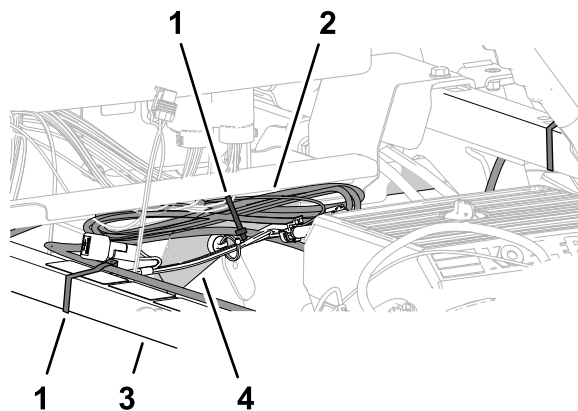

Figure 215
- Placez le faisceau de données sur le tube de support amortisseur, et attachez-le sur le avec un serre-câble (Figure 215).
- Placez le faisceau de données sur le tube de cadre supérieur droit, et attachez-le sur le tube du cadre avec un serre-câble (Figure 215).
- Rassemblez l'excédent du faisceau de données contre le tube de cadre supérieur droit (Figure 215).